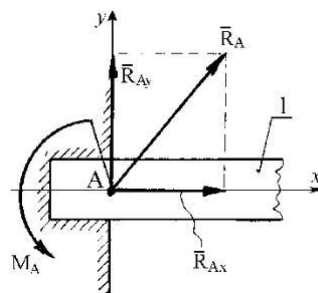

Рис. 1.20
**Жесткая заделка (неподвижное защемление)** конца балки (рис. 1.20). Такая связь не допускает не только линейных перемещений балки 1 вдоль координатных осей, но и вращения балки в плоскости  $xAy$ .